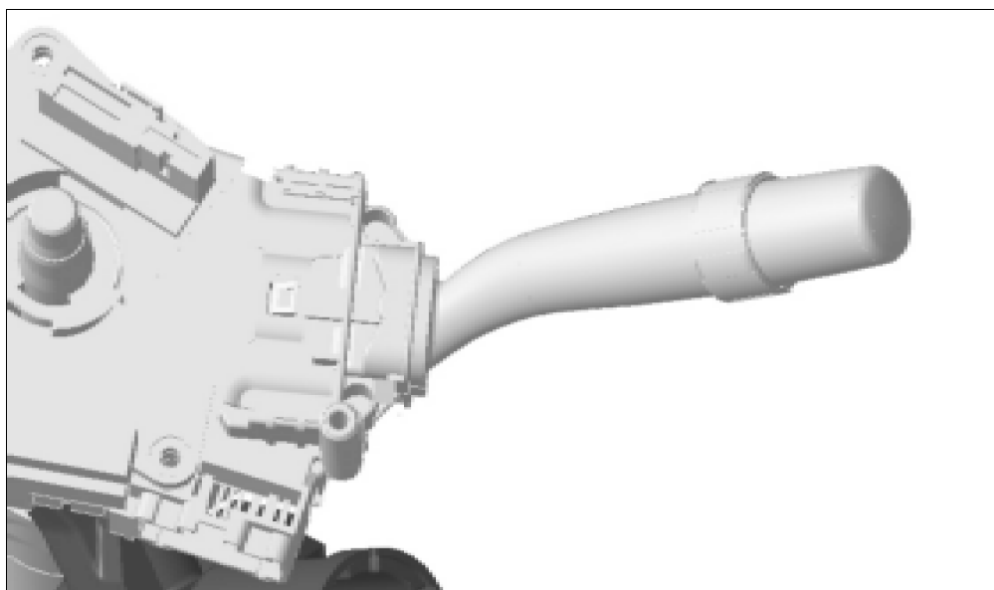

Рис. 349
2. Снимите переключатель режима работы стеклоочистителей(рис. 349)